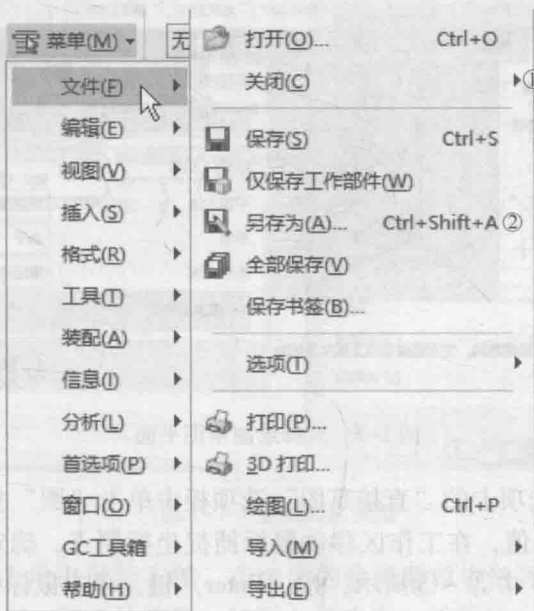

图 1-4 菜单
每个主菜单选项后都带有►符号，表示该菜单还包括下拉菜单，而下拉菜单中的命令选项有可能还包含更深层次的下拉菜单，如图 1-4 中①所示。若菜单选项后带有组合键，则表示直接按组合键也可以执行该菜单命令，如图 1-4 中②所示。